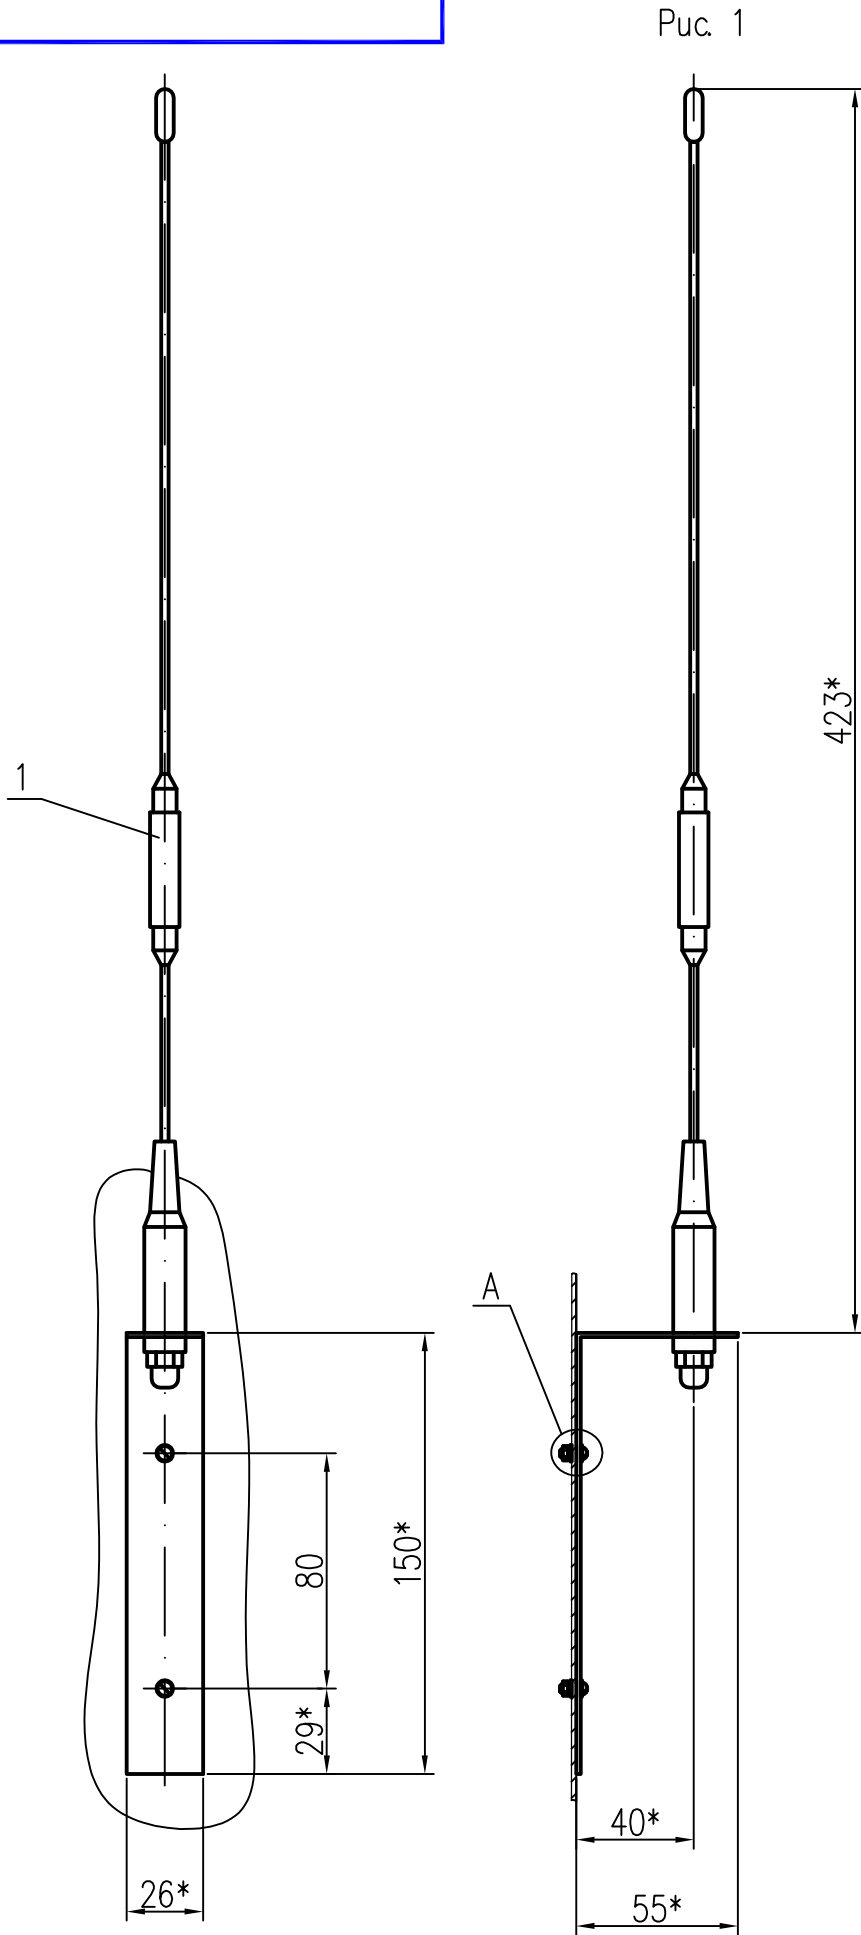

Рис. 1
Остальное см. рис. 1
- по рис. 1 в металлической поверхности выполнить 2 отв. $\varnothing 4,2$ мм;
- по рис. 1 в металлической стене выполнить 2 отв. $\varnothing 4,2$ мм;